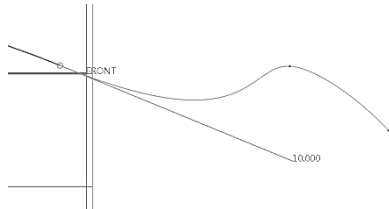

图 7-110 拔模相切曲线
⑬ 拔模相切：端点设置为拔模相切约束的曲线，在与相连曲线呈相切约束条件下，曲线与所选平面成一定角度，如图 7-110 所示，被设置曲线选择拔模相切约束时，该曲线与 FRONT 基准面成 10° 角，并与相连曲线相切。